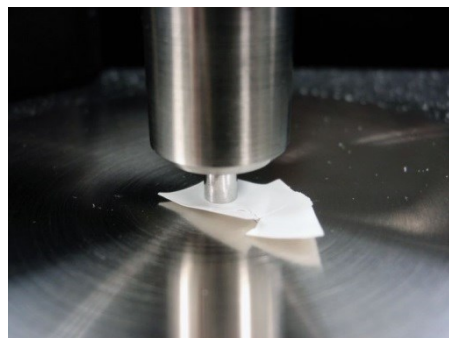

Abb. 1: Der Stempel der Anpressereinheit des DuraSAMPLIR drückt ein Zerfallsstück der Plastiktüte gegen das Diamantfenster.
Durch die Sonneneinstrahlung hat eine Oxidation des Polymers eingesetzt, wie dies in der Literatur vielfältig dargestellt wurde. Um diese Behauptung zu verifizieren, wurden die Fragmente der gealterten Plastiktüte mit Infrarotspektroskopie (IR) untersucht – zerstörungsfrei mit der ATR-Messtechnik (Abbildung 1).